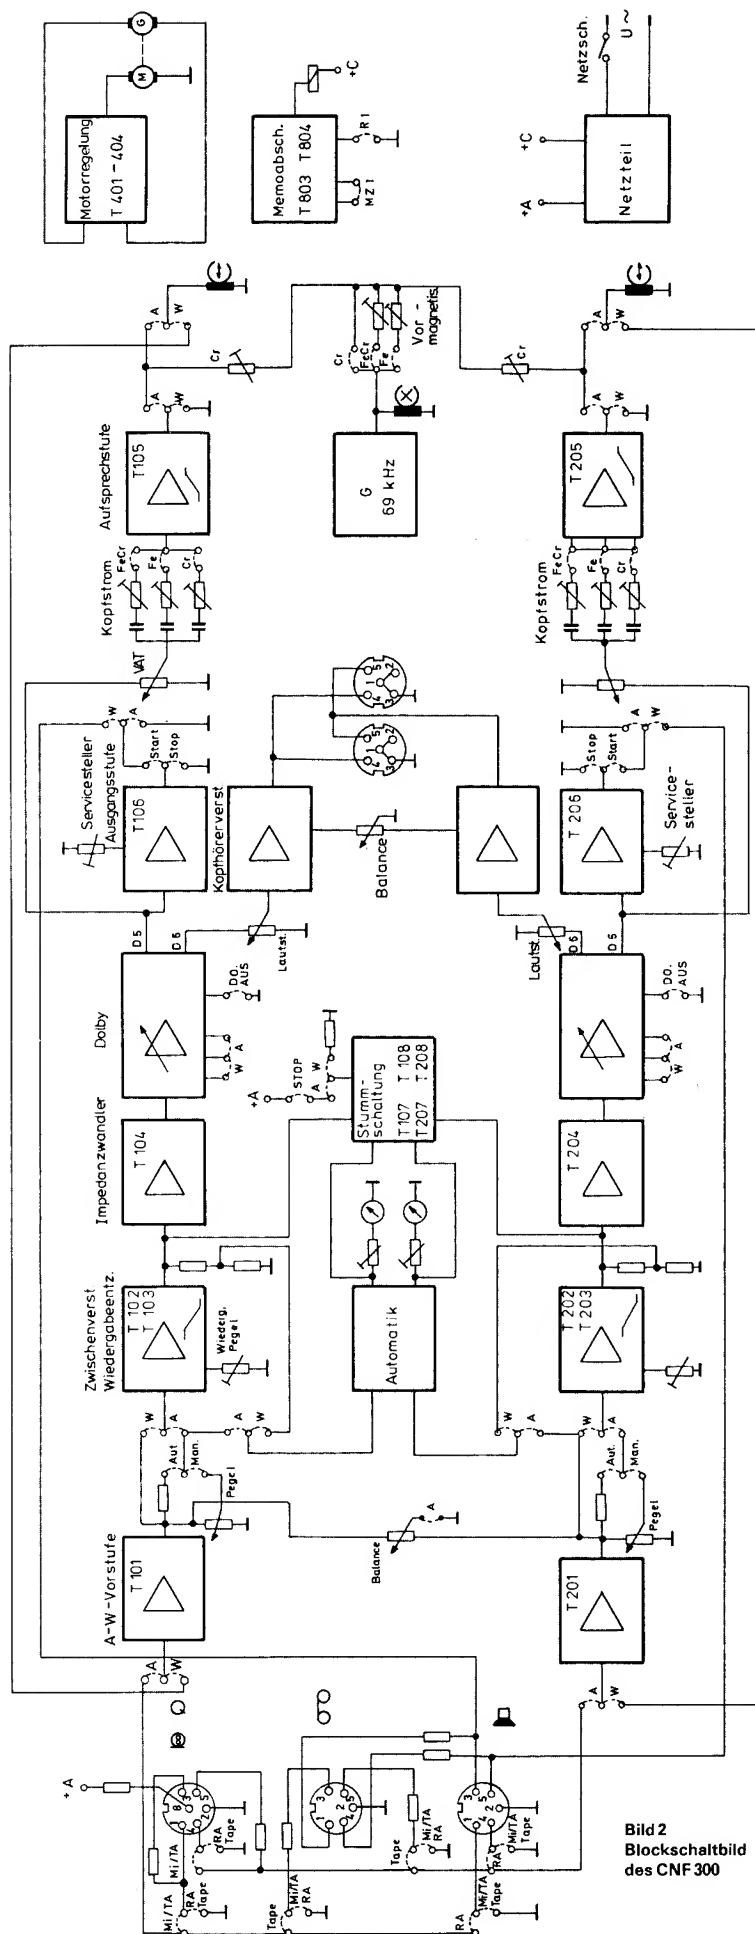

Bild 2
**Bild 2** zeigt den prinzipiellen elektrischen Aufbau des CNF 300 HiFi anhand eines Blockschaltbildes.